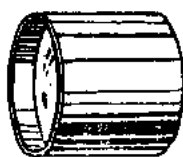

图 1
1. 先做镜头。剪一条宽 30 毫米的铅画纸长条，紧紧围住镜片，再剪一条 30 毫米宽的铅画纸长条，分成宽 5 毫米和宽 25 毫米的两条，分别粘在镜头筒里的镜片两侧，将镜片紧紧地固定好，如图 1 所示。